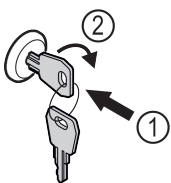

Fig. 177
- ▶ Schlüssel hineindrücken Fig. 177 (1).
- ▶ Schlüssel um 90° im Uhrzeigersinn drehen Fig. 177 (2).